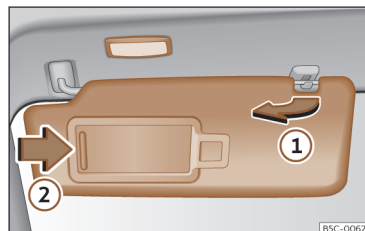

Fig. 107 Pala do sol.
- A pala do sol pode ser puxada para fora da fixação e ser virada para a porta >>> Fig. 107 ①.